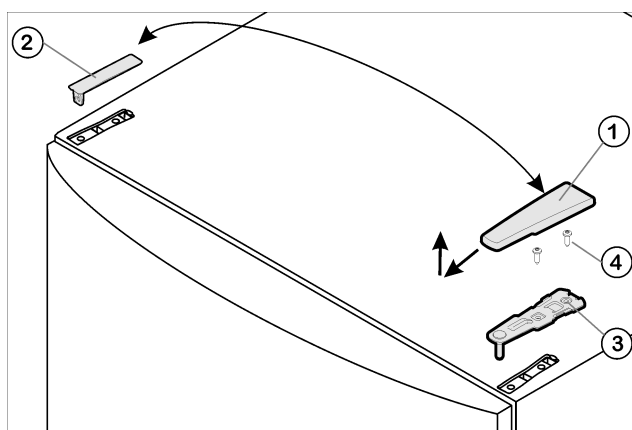

Fig. 4
- ▶ Kryt Fig. 4 (1) stáhněte dopředu a nahoru.
- ▶ Kryt Fig. 4 (2) zvedněte.
- ▶ Horní stojan ložiska Fig. 4 (3) odšroubujte (2 krát Torx® 25) Fig. 4 (4) a stáhněte nahoru.
- ▶ Horní stojan ložiska Fig. 4 (3) vložte na nové straně závěsu do dvířek.
- ▶ Horní stojan ložiska **příšroubujte (s 4 Nm)** (2krát Torx® 25) Fig. 4 (4). Díry pro šrouby případně předem propíchněte nebo použijte akumulátorový šroubovák.
- ▶ Kryt Fig. 4 (1) a kryt Fig. 4 (2) vždy na opačné straně zvenku nasadíte a zaklesnete.